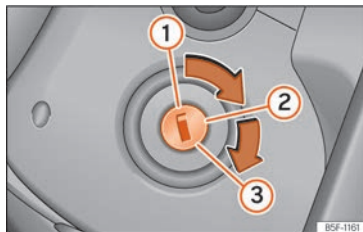

Abb. 84 Zündschloss
- Drehen Sie den Zündschlüssel in Stellung **»» (Abb. 84) ②**.
- Drehen Sie den Zündschlüssel weiter in die Stellung **»» (Abb. 84) ③** ohne Gas zu geben.
- Wenn der Motor anspringt, Zündschlüssel loslassen. Beim Loslassen geht der Fahrzeugschlüssel in die Position **②** zurück.
- *Fahrzeuge mit Zündschloss:* Drehen Sie den Zündschlüssel in Stellung » » **(Abb. 84) ①**.
- *Fahrzeuge mit Starterknopf:* Starterknopf kurz drücken » » **(Abb. 84)**.